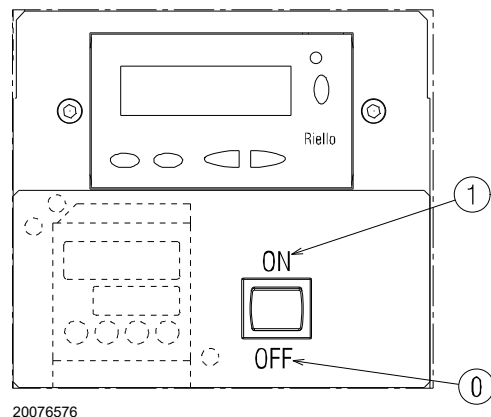

Рис. 26
Подключите электропитание горелки через выключатель нагрузки на щите котла. Замкните термостаты/реле давления и установите выключатель Рис. 26 в положение «1/ВКЛ».
- Установите выключатель Рис. 26 в положение «0/ Выкл.» и подождите, пока автомат горения не выполнит процедуру отключения.
Горелка находится в режиме ожидания тепла или переключатель «0-1» (Рис. 26 на стр. 30) установлен в положении «0».